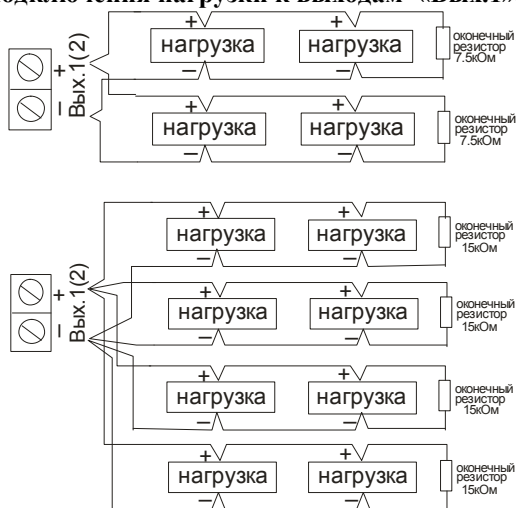

Рис.8
7. При подключении устройств оповещения к выходам «Вых.1» и «Вых.2» допускается разводка линий звездой. Значение окончных резисторов определяется числом ответвлений. При двух лучах - окончные сопротивления по 7,5 кОм, при четырех - по 15 кОм (рис.8).